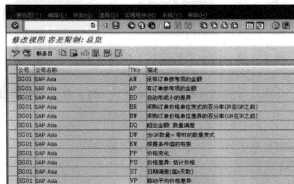

图 7-87 “修改视图容差限制: 总览”界面
STEP 1 在命令栏输入 SPRO 命令, 通过菜单选择“物料管理→后勤发票校验→发票冻结→设置容差限制”选项, 或者直接在命令栏中输入“OMR6”命令, 弹出“修改视图容差限制: 总览”界面, 如图 7-87 所示。